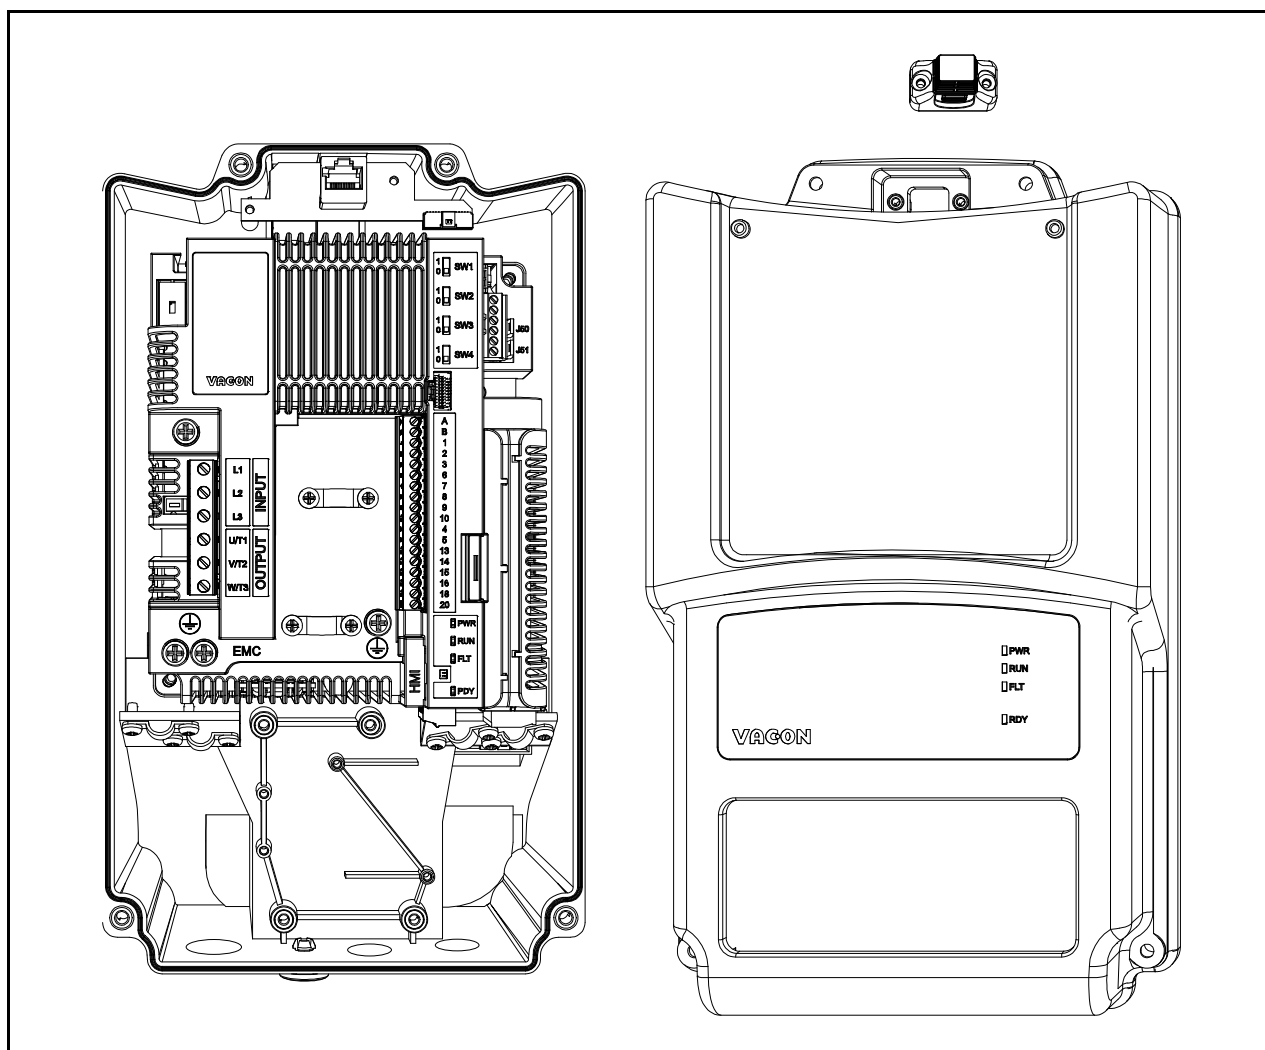

Figura 67. Coperchio aperto (esempio MU2 versione trifase).
- Rimuovere il coperchio dall'inverter. Si veda la Figura 67.